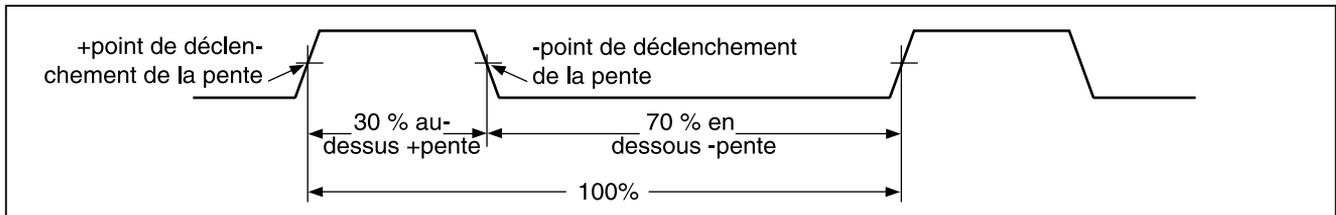

Figure 9. Composants des mesures de rapport cyclique
Pour mesurer la fréquence, branchez le multimètre à la source du signal et appuyez sur . La pression de  permet de basculer la pente du déclenchement entre + et - comme l'indique le symbole à gauche de l'affichage (reportez-vous à la figure 9 sous « Mesures de rapport cyclique »). La pression de  permet d'arrêter et de démarrer le compteur.
Le rapport cyclique (ou facteur de forme) indique le pourcentage du nombre de fois qu'un signal est au-dessus ou en dessous d'un niveau de déclenchement pendant un cycle (figure 9). Le mode de rapport cyclique est optimisé pour mesurer les intervalles actifs ou inactifs des signaux de commutation ou des signaux logiques. Les systèmes d'injection électronique de carburant et les alimentations à découpage notamment sont contrôlées par des impulsions de largeur variables qui peuvent être vérifiées par une mesure de rapport cyclique.
2. Appuyez sur  une deuxième fois pour mesurer le rapport cyclique du signal. Appuyez sur  pour mesurer l'impulsion négative ou positive du signal, reportez-vous à la figure 9.